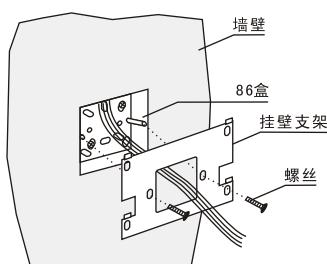

图 3
- 留出线后，对准86盒的螺丝柱，用两个螺丝将挂墙支架固定在86盒上（见图3）。